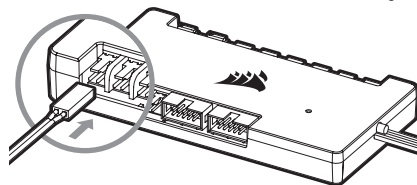

Figure 4
5. Подключите датчик температуры блока XD5 RGB к температурному отверстию #1 на Вашем контроллере CORSAIR Commander PRO (Рис. 4).